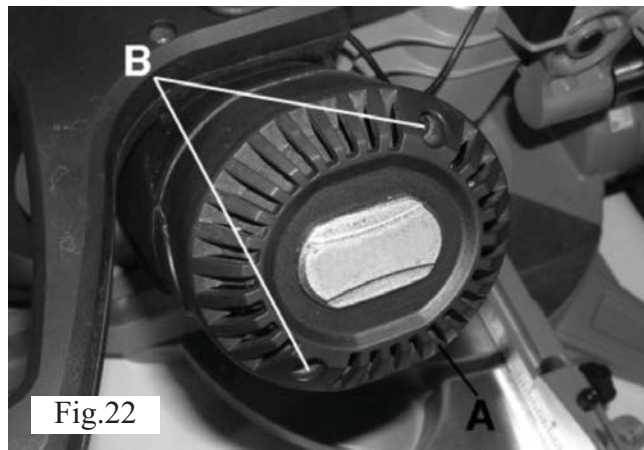
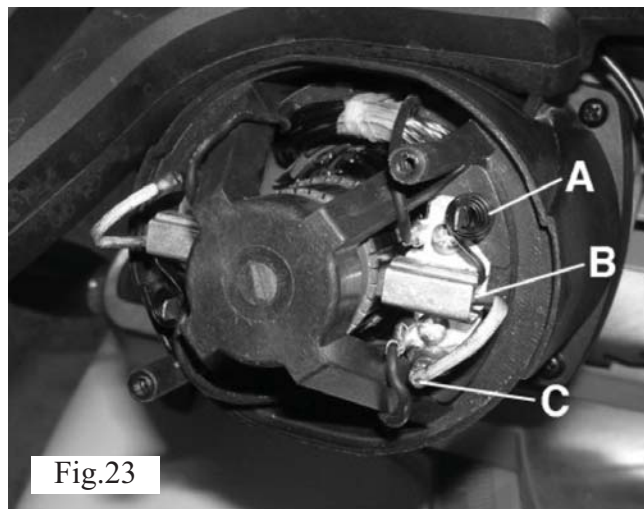

Fig.22
Fig.23
Byt ut och kontrollera kolborstarna med jämna mellanrum (normalt efter 50 timmars användning). Kolborstarna sitter inne i motorhuset. Lossa de två skruvar (B) fig. 22 som håller motorhusets kåpa (A) med en skruvmejsel. När du har lossat motorhusets kåpa lossar du kolborsten (B) fig. 23 från hållaren genom att sänka hållarfjäders (A). Koppla loss